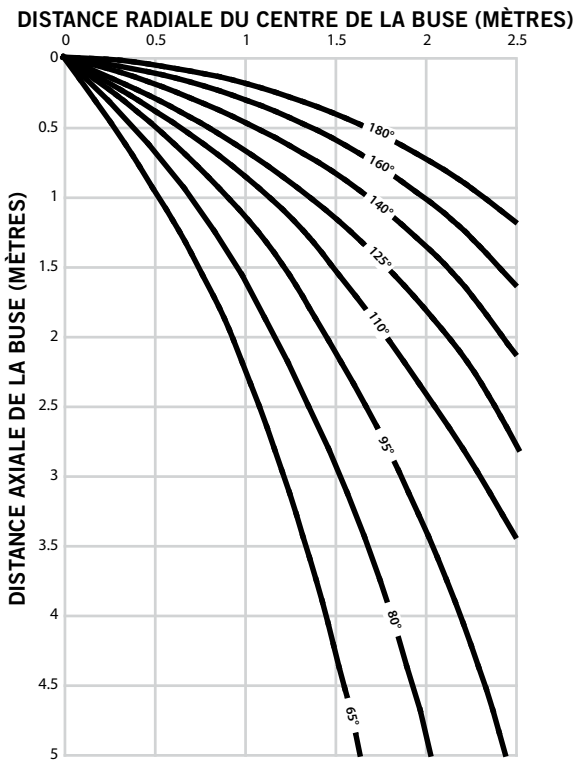
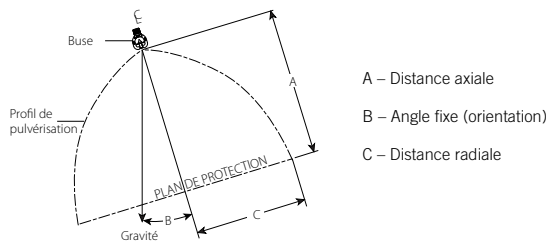

Figure 2 – Profils de conception de pulvérisation (pour tous les facteurs K)
Figure 3 – Variables influençant la couverture de pulvérisation
- La figure 2 montre la distance radiale à différentes hauteurs basée sur des essais en position suspendue à 10 psi, 20 psi et 60 psi/69 kPa, 138 kPa et 414 kPa de pression de décharge (voir la variable C de la figure 3).
- Seulement pour les installations devant être conformes aux normes FM, utiliser les tolérances de distances radiales recommandées de $\pm 0,6 \text{ m}$ (2 pi) sur les distances nominales indiquées (axe « x ») à la figure 2 pour tous les angles de gicleurs. Pour les montages suspendus, la tolérance recommandée de l'angle du profil de pulvérisation est de $\pm 5^\circ$ et pour toutes les autres orientations, la tolérance recommandée est de $\pm 10^\circ$.
- Seulement pour les installations devant être conformes aux normes UL et NFPA, utiliser les tolérances de distances radiales recommandées de $\pm 15 \%$ sur les distances nominales indiquées (axe « x ») à la figure 2 pour tous les angles de gicleurs.